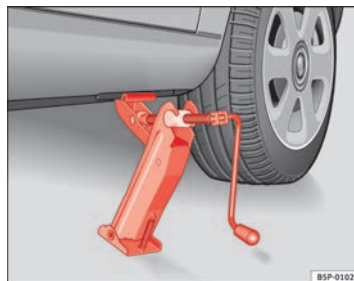

Abb. 178 Wagenheber
- Richten Sie den Wagenheber so aus, dass seine Klauenspitze den Steg des Unterholms umfassen und die bewegliche Grundplatte plan auf dem Boden aufliegt ⇒ Abb. 178.